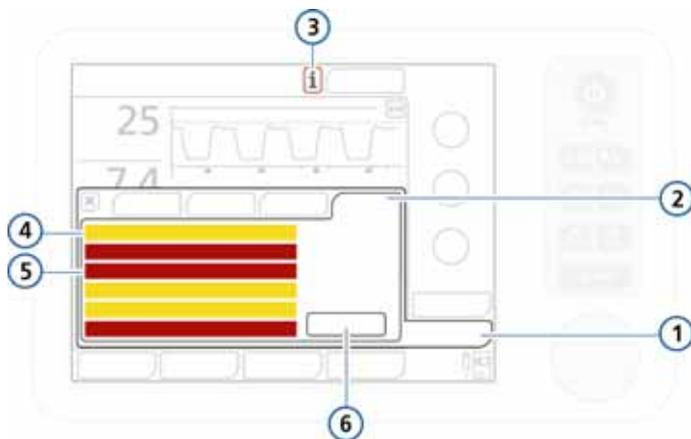

図 8-5. 解決済みアラームを含むアラームバッファ
- ・ 発生中アラームが存在しない場合、アラームバッファには最新の解決済みアラームが表示されます (図 8-5)。解決済みアラームは、角が四角くなっているボックス内に表示されます。
- ・ 解決済みアラームインジケータ ([i] アイコン) にタッチします (図 8-5)。
すべての解決済みアラームについてアラームメッセージを消去するには、[リセット] ボタンにタッチします (図 8-5)。バッファを閉じて、内容が消去されるわけではありません。